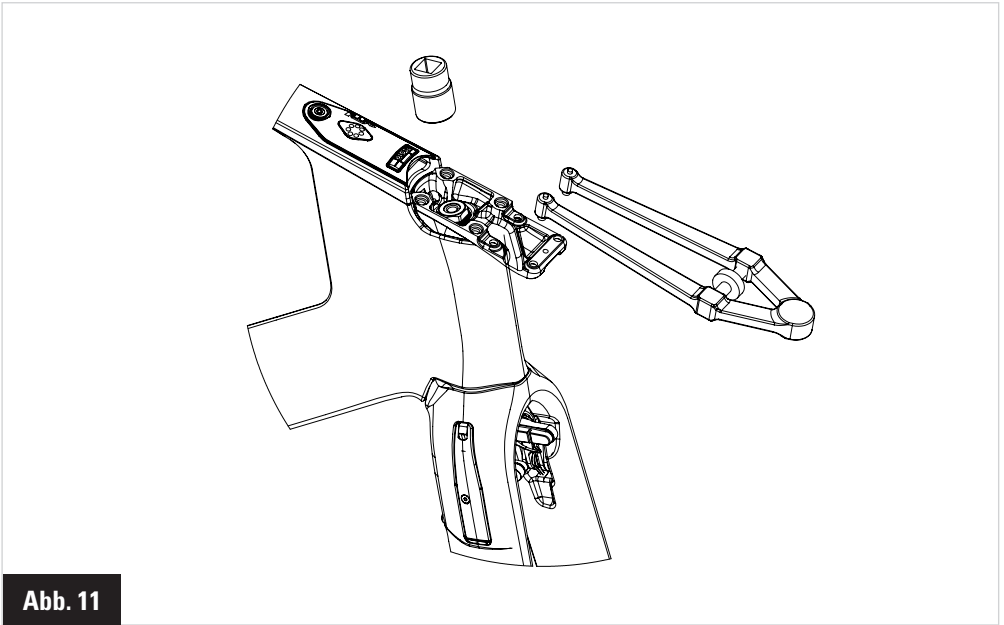

Abb. 11
- 1- Gabel festhalten, damit sie nicht herunterfällt, und die Mutter **⑥**, mit der der Vorbau befestigt wird, mit einer 18 mm-Sechskantstecknuss lösen. Mutter beiseite legen.
- 2- Bei der ersten Montage roten Kunststoffring **⑤** entfernen
- 3- Unteren Teil des Vorbaus **①** auf die Gabel schieben und darauf achten, dass der Steuersatz korrekt eingesetzt wird. Die hintere Bremsaußenhülle muss dabei durch das längliche Loch des Vorbaus geführt werden.
- 4- Drei Tropfen normales Schraubensicherungsmittel (Loctite Blue 243 oder vergleichbar) auf das Gewinde der Mutter geben **⑥**.
- 5- Mutter **⑥** ewieder anbringen und mit 55 Nm festziehen. Dabei muss die Gabel blockiert werden: Dazu einen Hakenschlüssel (Abb. 11) in die Bohrungen des Vorbaus stecken, die für die Befestigung des Lenkerbügels bestimmt sind. Während des Festziehens werden Vorbau und Gabel durch das Keilsystem automatisch ausgerichtet.
- 1- Setzen Sie den Lenkanschlag (8) in die dafür vorgesehene (bohnenförmige) Aussparung in der Gabel ein.
- 2- Tragen Sie einen dünnen Fettfilm an der Kontaktfläche der Gabel mit dem Schlitzring auf. Setzen Sie den Schlitzring (7) ein. Achten Sie darauf, dass kein Fett in die Aussparung und auf den Lenkanschlag (8) gerät (dies könnte die Aussparung verschmutzen und das Drehen der Gabel behindern).
- 3- Tragen Sie einen dünnen Fettfilm auf den unteren Schlitzring (7) auf und setzen Sie dann das untere Lager (6) darauf. Drehrichtung des Lagers beachten!
- 4- Fetten Sie die obere Aussparung des Gabelschafts am Rahmen gründlich. Setzen Sie dann nacheinander den Ring unten in der Aussparung (5), die Feder (4), und den Auflagering für das Lager (3) ein. Achten Sie darauf, dass die Teile richtig ineinandergreifen. Dann setzen Sie das Lager (2) ein. Es muss ganz gerade sitzen und ohne Krafteinwirkung in den Schaft gleiten. Tragen Sie zwischen allen Teilen einen dünnen Fettfilm auf.
- 5- Fetten Sie die untere Aussparung des Gabelschafts am Rahmen. Achten Sie jedoch darauf, dass kein Fett in die Aussparung und auf den Lenkanschlag (8) gerät (dies könnte die Aussparung verschmutzen und das Drehen der Gabel behindern).
- 6- Stecken Sie dann die Gabel hinein, bringen Sie den Vorbau wieder an und ziehen Sie die Mutter (1) leicht an. Ziehen Sie sie mit 55 Nm fest. Halten Sie dabei den Vorbau an den Lenkerbefestigungslöchern mit einem Hakenschlüssel fest (siehe „Aeroflat Stem“) (Abb. 11).